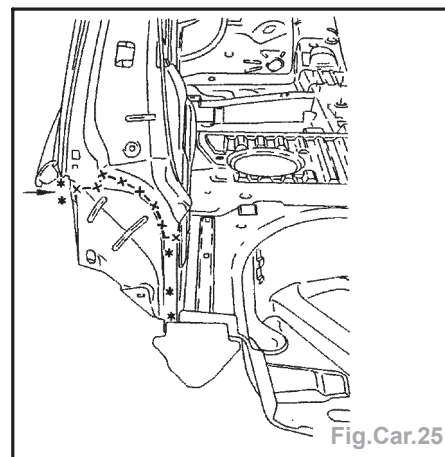

Fig.Car.25
- Dégraffer les points à l'aide d'une fraise de  $\varnothing$  8 mm (Fig.Car.25).